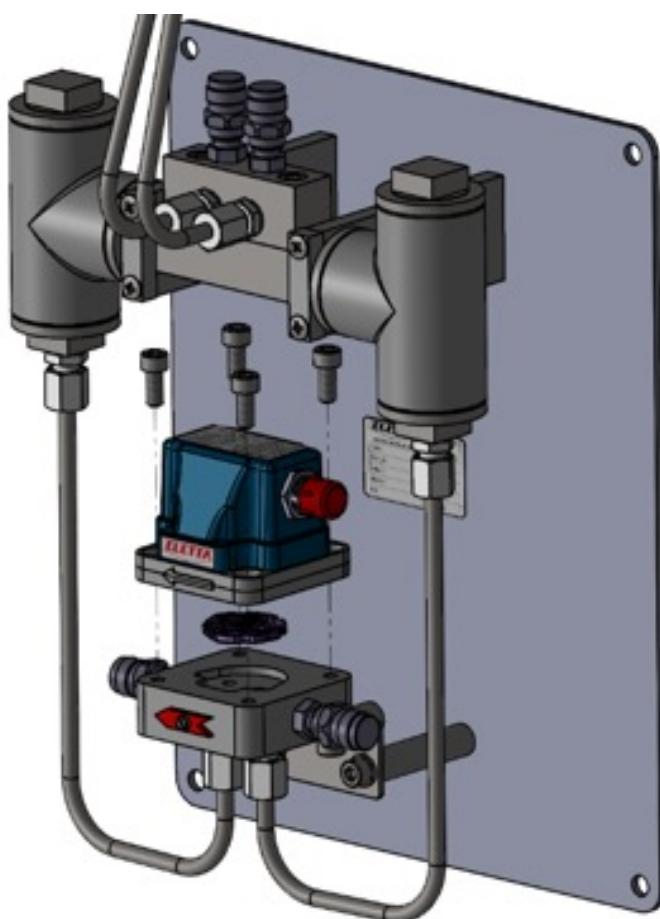

Fig. 10
Bei der Bestellung wird die Durchflussrichtung angegeben, die darüber entscheidet, wie Eletta Steam montiert werden soll, d. h. von welcher Seite das Medium in den Rohrabschnitt eintritt. (Alternativen siehe Abb. 10.) Wenn Eletta Steam aus irgendeinem Grund mit der falschen Durchflussrichtung bestellt wurde oder der Produktionsprozess geändert wird, kann dies vor Ort geändert werden.
2. Entfernen Sie die vier (4) Inbusschrauben, mit denen die Steuereinheit an der Basiseinheit Steam befestigt ist. (Siehe Abb. 10 unten)